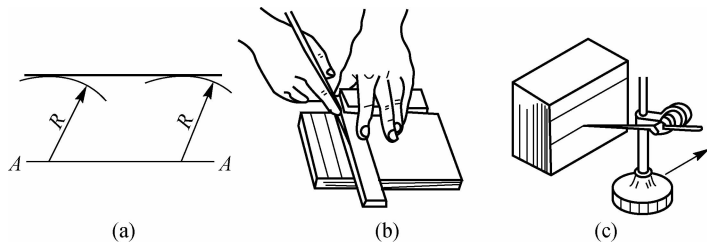

图 1-15 划平行线
(1)用作图法划平行线。以已知平行线之间的距离  $R$  为半径,用划规划两圆弧,作两圆弧公切线即得,如图 1-15(a)所示。
(2)用直角尺推平行线。直角尺紧靠工件基准边,并沿基准边移动,用钢直尺度量尺寸后,沿直角尺边划出,如图 1-15(b)所示。
(3)用平台、划针盘划平行线。将工件垂直安放在划线平台上(紧靠方箱、角铁侧面),用划针盘在度量的高度尺寸上沿平台移动划出,如图 1-15(c)所示。